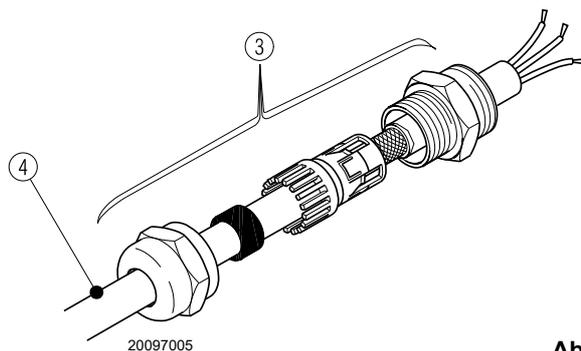

Abb. 35
- Unter Benutzung des Anschlussstücks 3) die Abschirmung des vom VSD (Inverter) kommenden Kabels 4) wie in Abb. 35 dargestellt durchführen